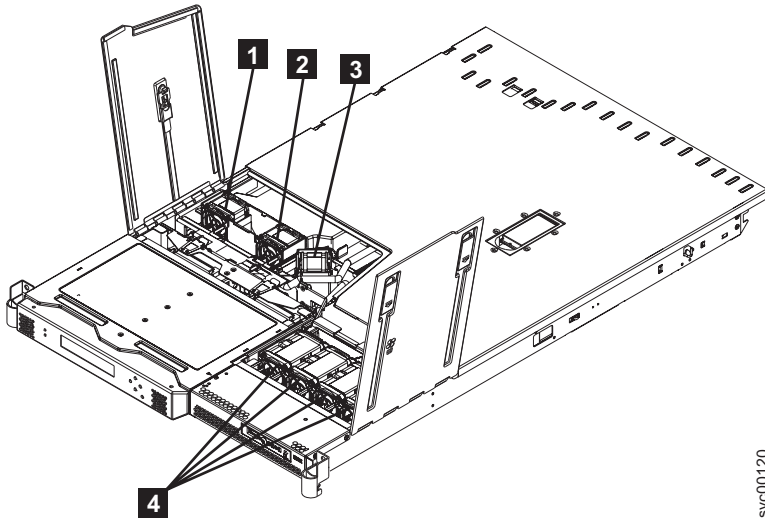

図 243. SAN ポリウム・コントローラー 2145-8F2 ファンの位置
4. 障害のあるファンのケーブルをコネクタから切り離します。276 ページの図 243 は、ファンの位置を示しています。